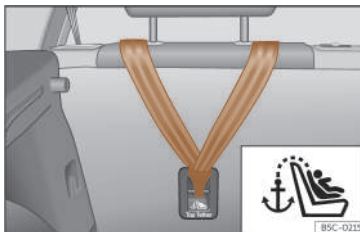
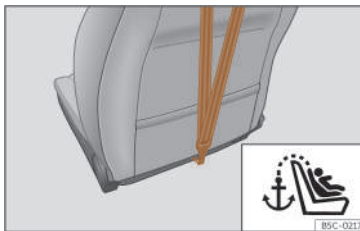

Fig. 39 Parte posteriore dei sedili posteriori: aggancio per cintura Top Tether.
Fig. 40 Parte posteriore dello schienale del sedile passeggero: aggancio per cintura Top Tether (non disponibile per tutti i mercati).
I seggiolini per bambini con sistema Top Tether integrano una cinghia aggiuntiva per il fissaggio a un punto di ancoraggio nel veicolo. Tale punto di ancoraggio si trova nella parte posteriore dello schienale del sedile posteriore e del passeggero¹⁾ (contrassegnato dal simbolo ) e fornisce una maggiore forza di ritenuta >>> **fig. 39**, >>> **fig. 40**.
- Far scorrere la cinghia e fissarla correttamente al punto di aggancio della parte posteriore dello schienale >>> **fig. 39**, >>> **fig. 40**.